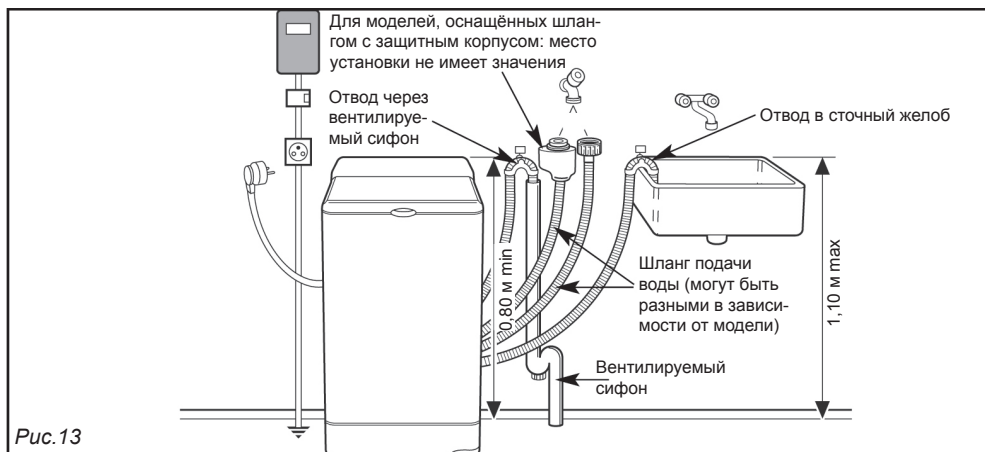

Рис.13
• Подача холодной воды (Рис. 13):
(Рис. 13):
• Слив использованной воды (Рис. 13):